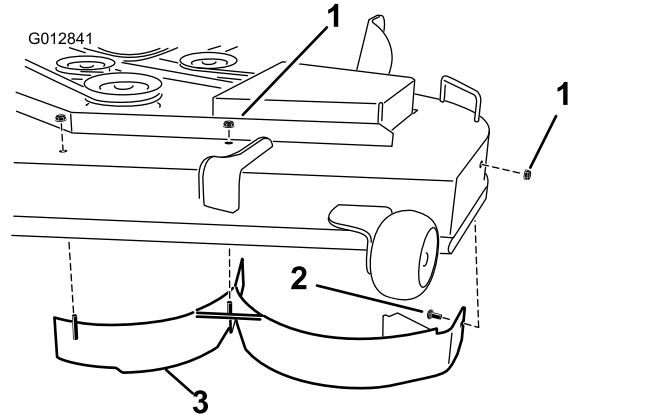

Figura 13
- **Para carcasas de 122 cm**, instale el deflector izquierdo usando 3 tuercas (5/16") y un perno de cuello cuadrado (5/16" x 3/4"), como se muestra en la Figura 13.